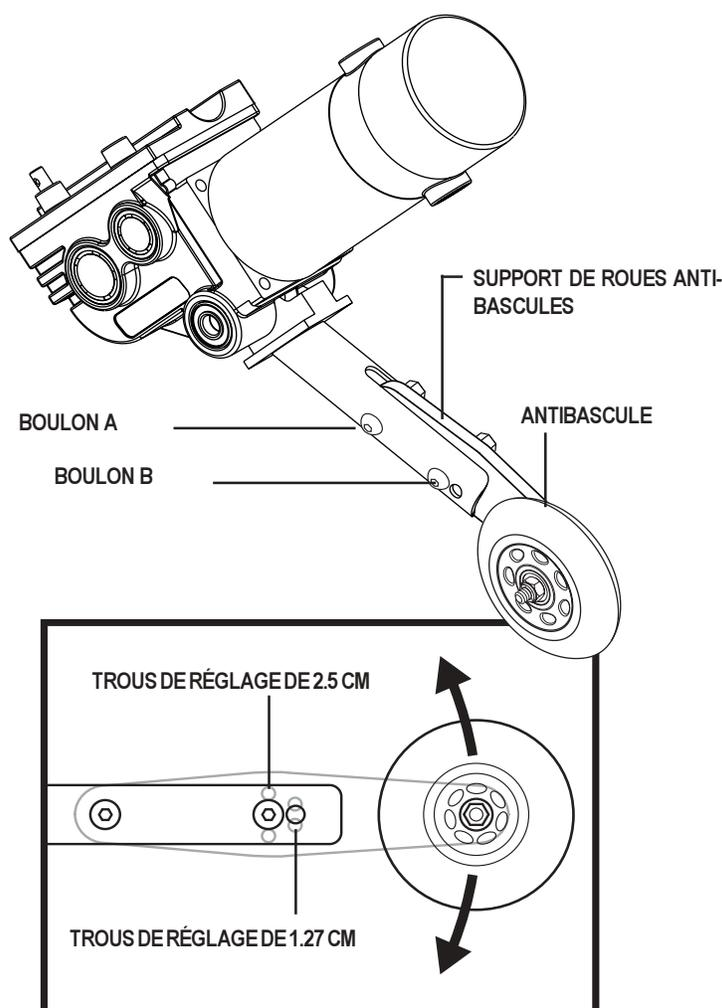

Figure 18. Roues anti-basculer
1. Desserrer le boulon A. Voir la figure 18.
3. Élevez ou abaissez la roue anti-basculer par incrément de 1,27 cm ou 2,5 cm en alignant les trous de réglage approprié. Voir la figure 18.